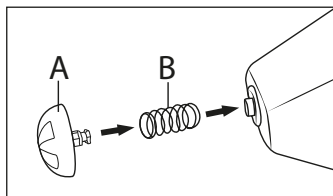
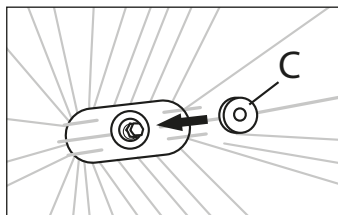

Fig. 2
Fig. 3
- El filtro permanente ⑬ puede decolorarse permanentemente por el uso de café molido. Esto es normal y no merma la calidad del aparato.
- Cambie el filtro permanente ⑬ si presenta fugas o cualquier otro defecto. Para ello, consulte el capítulo “**Pedido de recambios**”.
- 4) Para limpiar el portafiltros ⑪, desmonte la salida de agua con la protección antigoteo, tirando de la protección antigoteo A. Tenga cuidado de que las piezas no se caigan: el muelle B podría saltar y el disco elástico C podría perderse.
Limpie las piezas en agua jabonosa y vuelva a montarlas. Para ello, presione la protección antigoteo A junto con el resorte B en la abertura de la salida de agua (véase la fig. 2). A continuación, tire del disco elástico C del interior del portafiltros ⑪ sobre el extremo con forma de estrella del eje de la protección antigoteo para fijar finalmente las piezas (véase fig. 3).